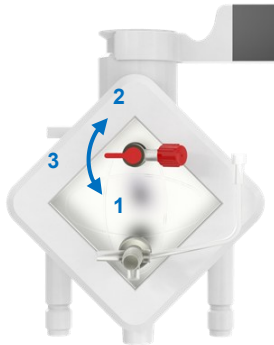

Figura 23 Supapă de eliminare a aerului din oxigenator
- Rotiți supapa roșie de pe oxigenator până la poziția de pre-filtrare, (Figura 23, Poziția 1; filtru pre-arterial).
- Rotiți supapa roșie de pe oxigenator până la poziția de post-filtrare, (Figura 23, Poziția 2; filtru post-arterial).
- Rotiți supapa roșie a oxigenatorului în poziția de pre-filtrare, (Figura 23, Poziția 1; filtru pre-arterial).
- Rotiți supapa roșie a oxigenatorului în poziția de post-filtrare, (Figura 23, Poziția 2; filtru post-arterial).